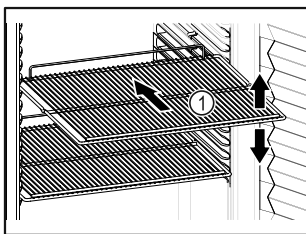

Fig. 60 Immagine a titolo di esempio
- ❑ Se è possibile spostare i ripiani Fig. 60 (1), regolarli in altezza.